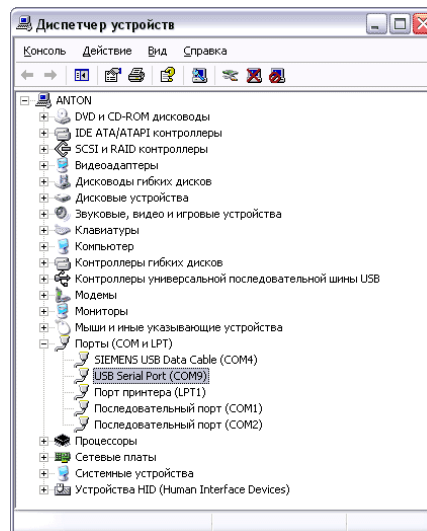

Рис. 2.8.
2.2.2.2. В дереве диспетчера устройств раскрыть вкладку «Порты СОМ и LPT» (рис. 2.8).
2.2.2.3. Считать номер виртуального СОМ-порта устройства «USB Serial Port» (рис. 2.8).